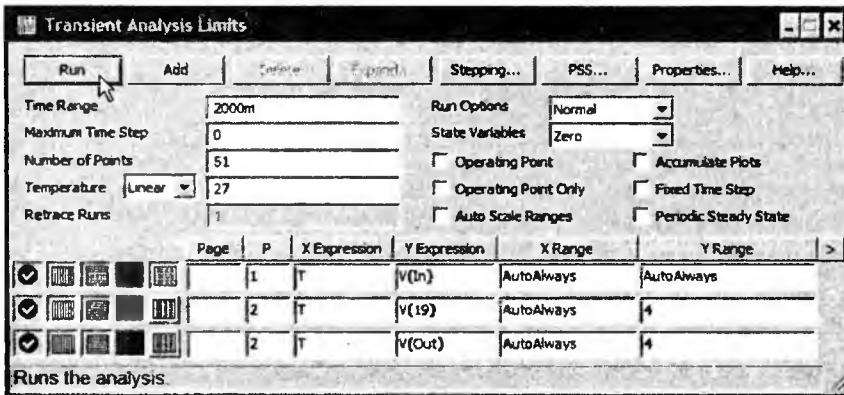
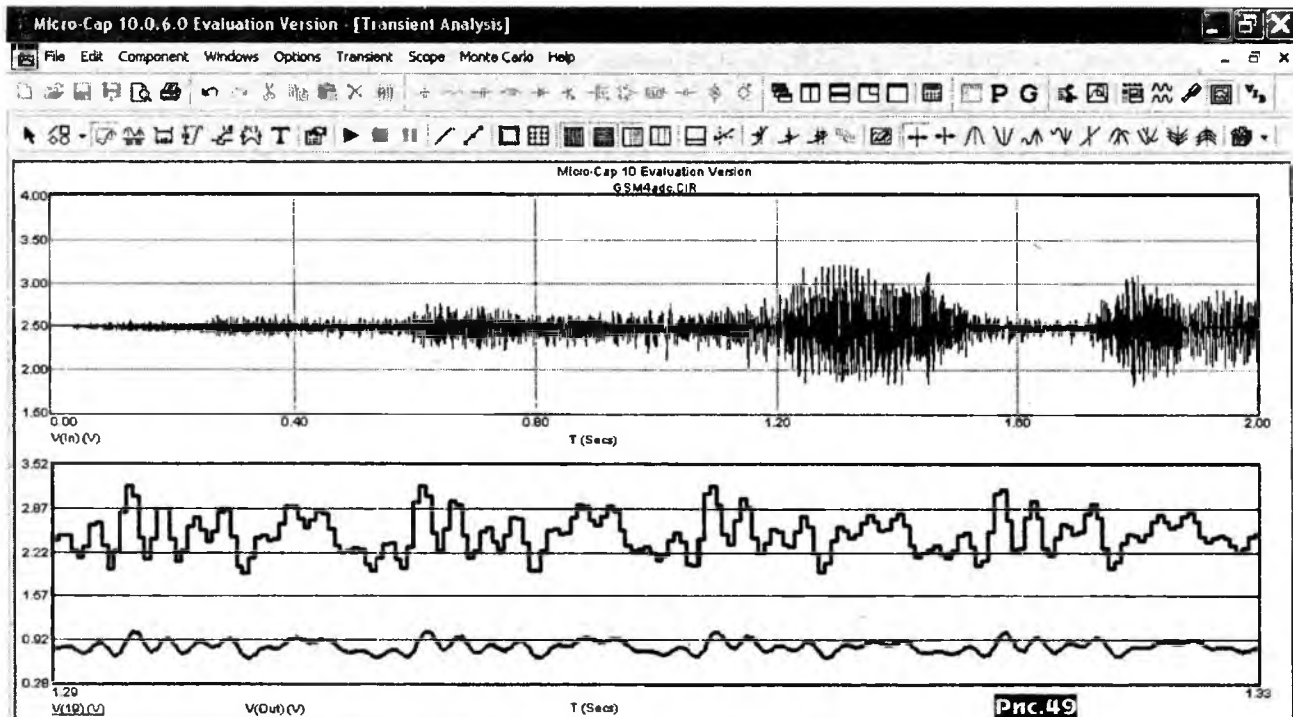

Рис.48
Рис.49
3. В головном меню «Micro-Cap 10» запустить процедуру моделирования «Analysis-Transient» с параметрами согласно рис.48 и наблюдать три осциллограммы (рис.49): на входе АЦП (верхняя), на выходе ЦАП (средняя) и после ФНЧ (нижняя), при этом для удобства сравнения две последние осциллограммы развернуты во времени.